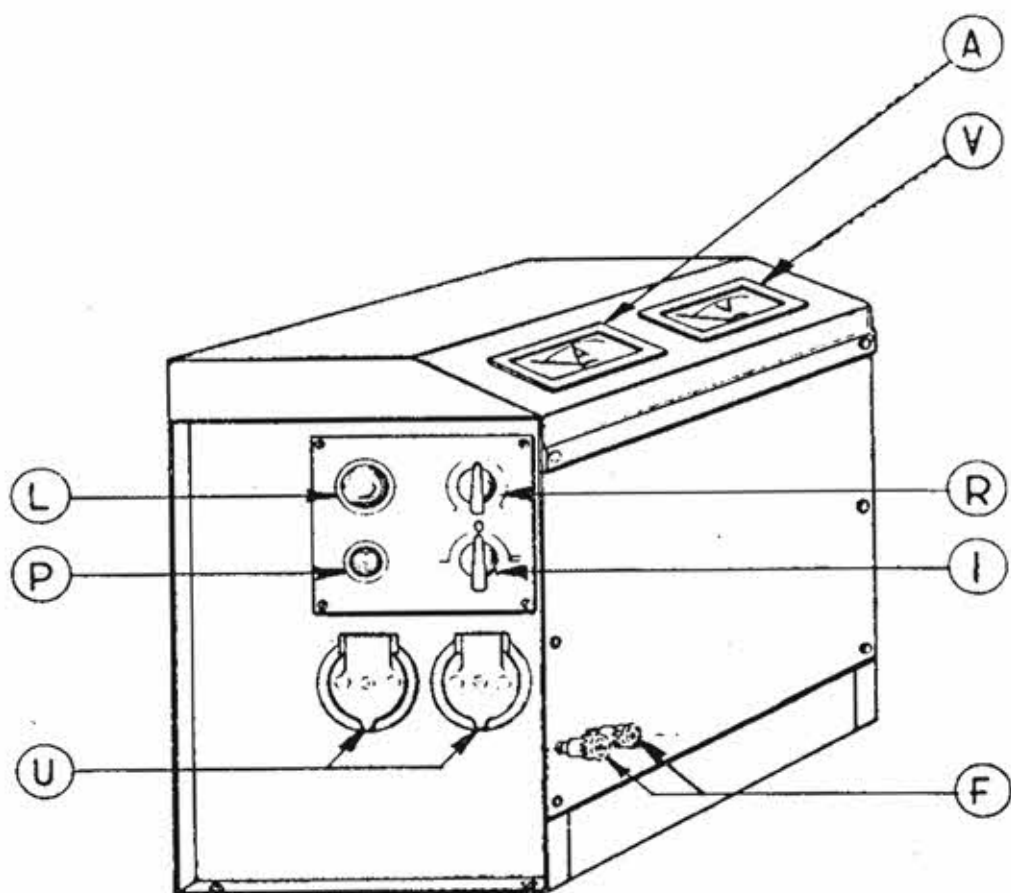

Fig. 6 - Quadro di controllo
- 3) Accertarsi che il commutatore (1) del quadro di controllo (Fig. 6) sia in corrispondenza dell'indice "O" cioè aperto e che il reostato (R) abbia la manopola in corrispondenza dell'indice "Min" cioè tutta ruotata a sinistra.
- 6) Ruotare il commutatore (1) (Fig. 6) a sinistra, in corrispondenza all'indicatore "proiettore" e controllare che sia accesa la lampada spia "L".
- 7) Controllare sul voltmetro (V) che la tensione non sia inferiore a 70 Volt.
- 8) Premere il pulsante (P). Così agendo la lampada allo xenon deve accendersi.
Premesso che l'utilizzazione della corrente per usi vari non può mai essere contemporanea all'impiego del proiettore, qualora sia necessario utilizzare la corrente prodotta dal generatore attraverso le 2 prese di corrente (U) (Fig. 6) procedere nel seguente modo:
- 2) Ruotare il commutatore (I) in corrispondenza all'indicazione "presa - 220 V".
- 3) Regolare la tensione ruotando il reostato (R) e controllare sul voltmetro (V) il valore che dovrà essere di circa 220 V (numeri rossi).
- 4) Prelevare corrente monofase a 220 V - 50 Hz per luce dalle due prese (U) *fino ad un carico massimo di 1500 W complessivo.*